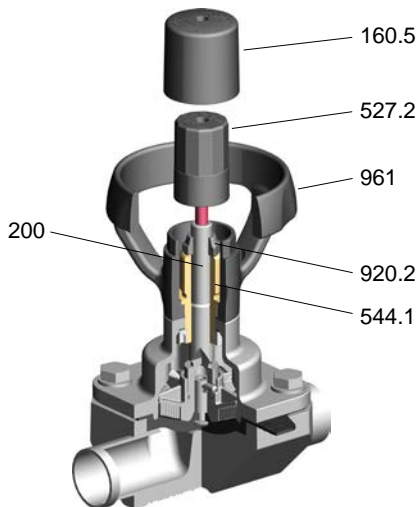

Figura 7: SISTO-C HV.510/.520,
5. Este ajuste se fija al volver a colocar la tapa [160.5] sobre el volante manual [961] y el casquillo de ajuste [527.2] (ver la figura 7).